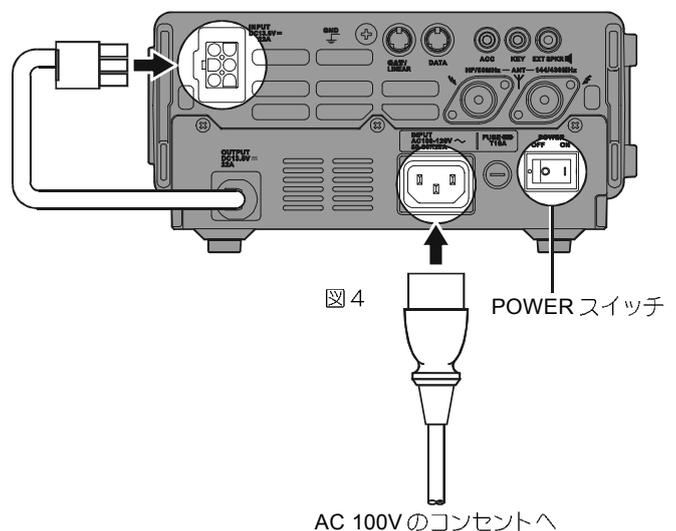

図 4 AC 100V のコンセントへ
4. FP-30 の電源コネクタを FT-897D 背面にある電源入力コネクタに差し込みます(図 4 参照)。
5. FP-30 の電源スイッチがオフになっていることを確認し、FP-30 に付属の AC コードを使用して、AC100V のコンセントと接続します(図 4 参照)。
1. まず始めに、FP-30 の POWER スイッチ(図 4 参照)をオンにします。